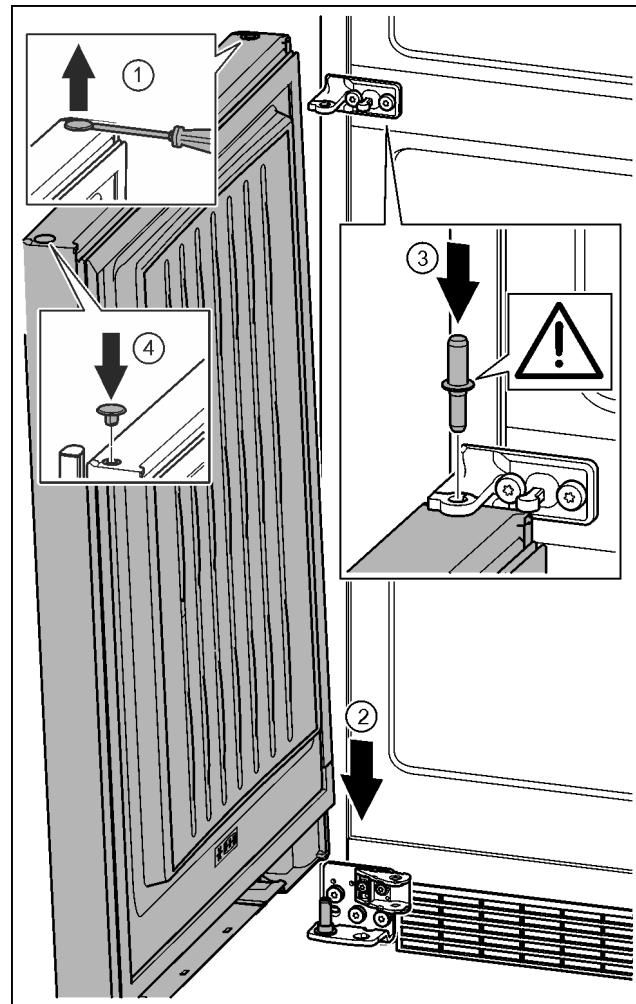

Fig. 35
- ▶ Stopfen vorsichtig mit einem Schlitzschraubendreher anheben und herausziehen. Fig. 35 (1)
- Fig. 35 (2)
- ▶ Lagerbolzen Mitte durch Lagerbock Mitte in die untere Tür einsetzen. Dabei darauf achten, dass der Rastnocken nach hinten zeigt. Fig. 35 (3)
- Fig. 35 (4)